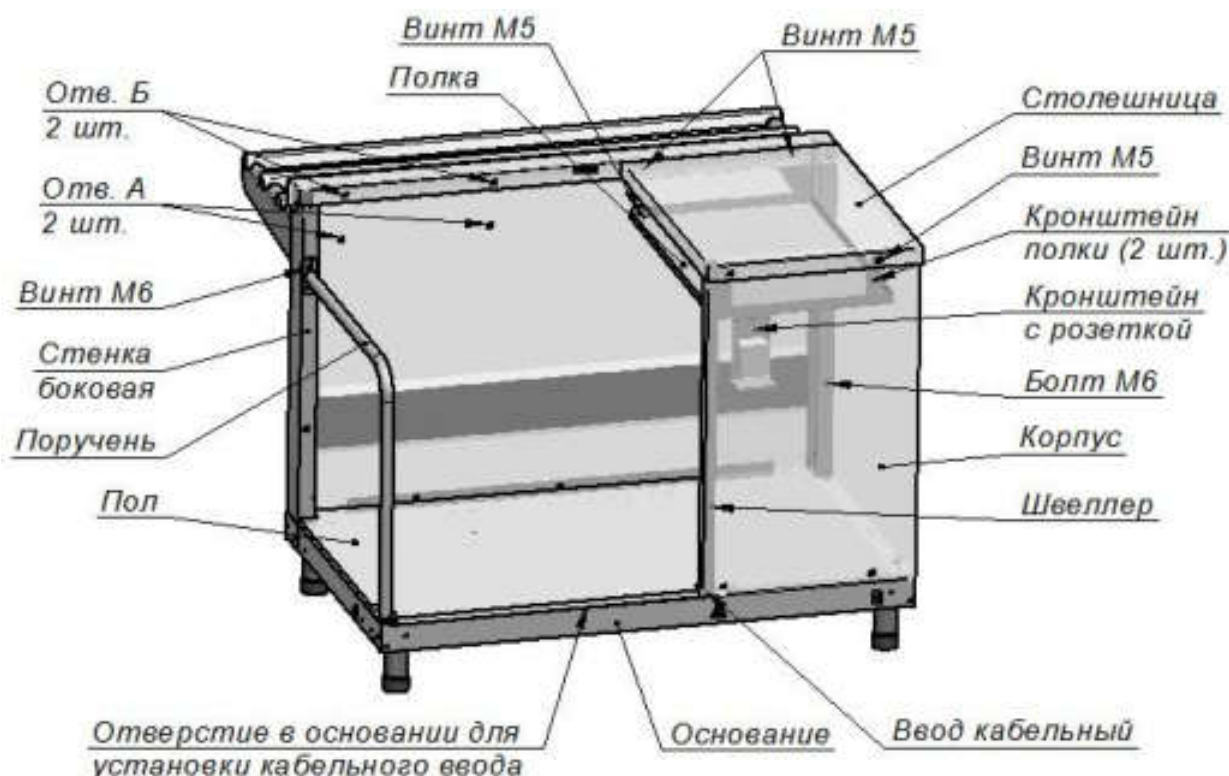

Рис. 1
Электропитание подвести на розетку от распределительного щита, через кабельный ввод (гермоввод) (см. Рис. 1), номинальным поперечным сечением жил шнура питания с заземляющей жилой марки ПВС ( $3\times 1,5$ ) или ПРМ ( $3\times 1,5$ )  $\text{мм}^2$ , не менее для всех изделий кабины кассовой.
1. Снять столешницу (см. рис. 1), предварительно открутив четыре винта М5 (два снаружи и два внутри).